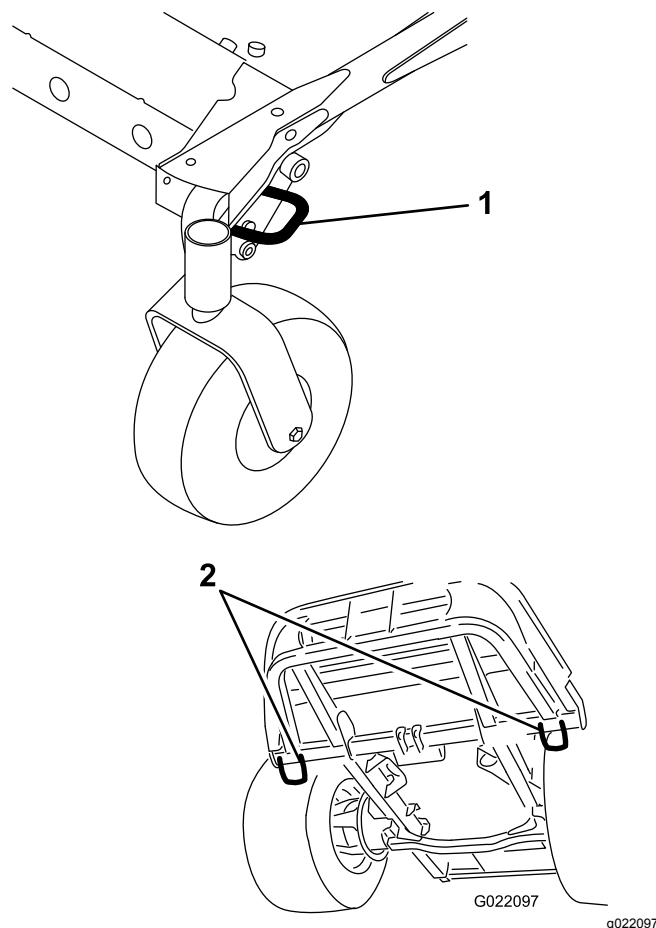

図 59
- (また、トレーラやトラックに機械を載せて運搬する場合には、地域の交通規則にしたがって、ロープ、チェーン、ケーブルなどで確実に機体を固定してください 図 59。